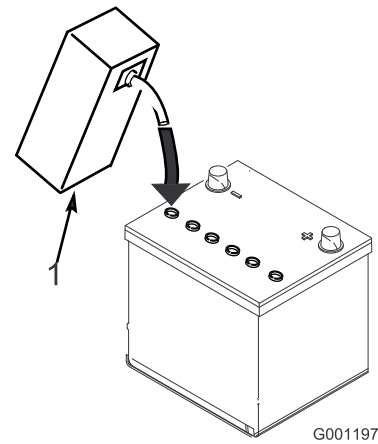

Figura 6
3. Llene cuidadosamente cada celda con electrolito hasta que las placas estén cubiertas de aproximadamente 6 mm de fluido (Figura 6).
4. Espere aproximadamente 20–30 minutos para que el electrolito penetre en las placas. Rellene según sea necesario para que el electrolito llegue a una distancia de aproximadamente 6 mm del fondo del hueco de llenado (Figura 6).